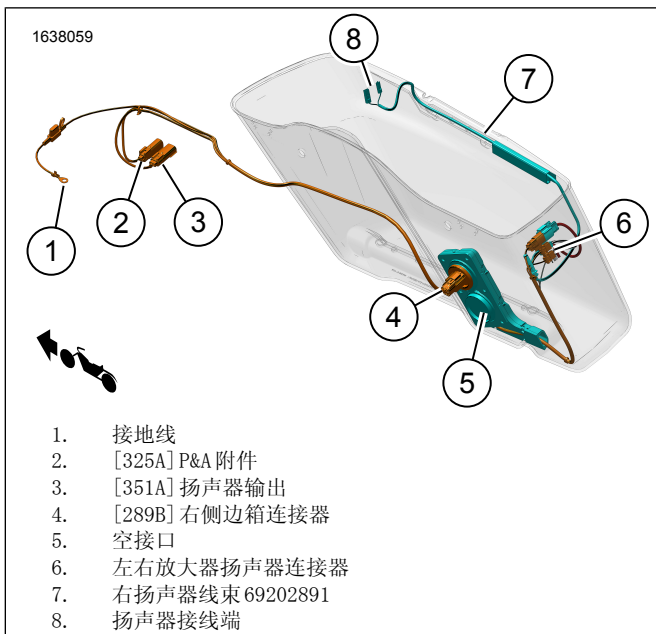

图5。右边箱线束布设
13. 参见图5。安装右扬声器线束。
- b. 参见图5。按照图示布设线束(7)。